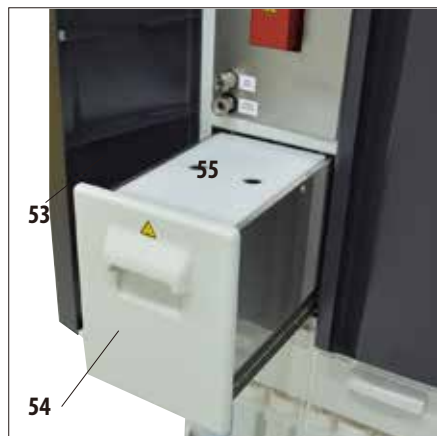

Fig. 37
- La stazione di paraffina (54) si trova dietro lo sportello sinistro (53) dello strumento al di sotto della camera (fig. 37). Essa costituisce un deposito di paraffina fresca liquida per i bagni. La sua capacità è pari a 5,0 l di paraffina liquida.